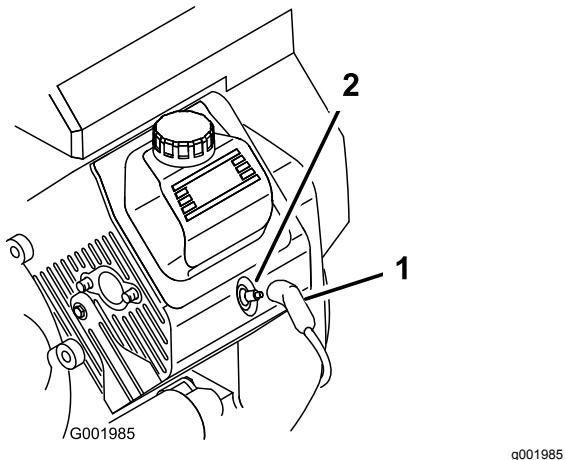

Figure 42
3. Débranchez les fils des bougies (Figure 42).
3. Rebranchez le fil de la ou des bougies (Figure 42).